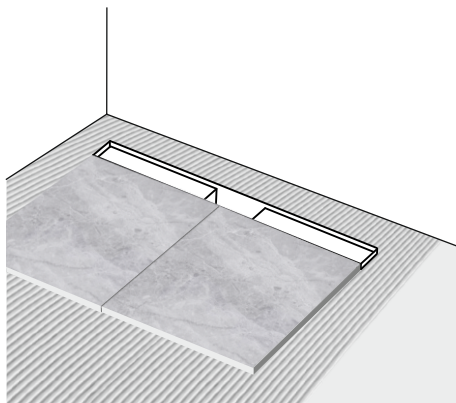

Рис. 8
8. Нанесите плиточный клей, уложите плитку. (рис. 8).